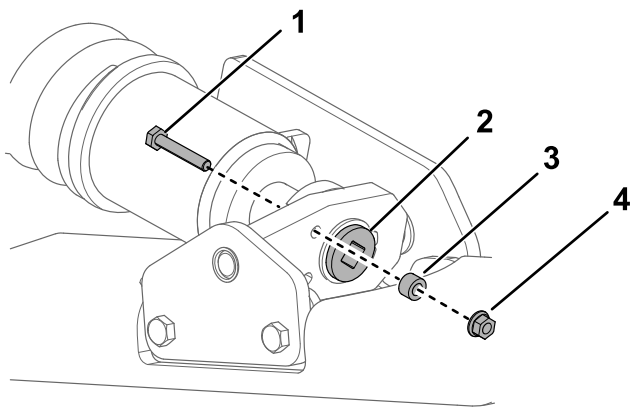

**Figura 56**
Sollevate/supportate 1 lato della macchina e, utilizzando il peso del cingolo, verificate che la distanza tra la parte inferiore del bordo della ruota non motrice e il cingolo sia pari a 13 mm, come illustrato nella Figura 56. In caso contrario, regolate la tensione dei cingoli eseguendo la procedura di seguito riportata.
5. Utilizzando un cricchetto di trasmissione da 1/2", ruotate la vite di tensione fino a quando la flessione del cingolo non è pari a 1,3 cm, come illustrato nella Figura 56.
9. Verificate che la flessione del cingolo sia pari a 1,3 cm, come illustrato nella Figura 56. All'occorrenza regolate.
20. Utilizzando un cricchetto di trasmissione da 1/2", ruotate la vite di tensione in senso antiorario fino a quando la flessione del cingolo non è pari a 1,3 cm, come illustrato nella Figura 56.
25. Verificate che la flessione del cingolo sia pari a 1,3 cm, come illustrato nella Figura 56.